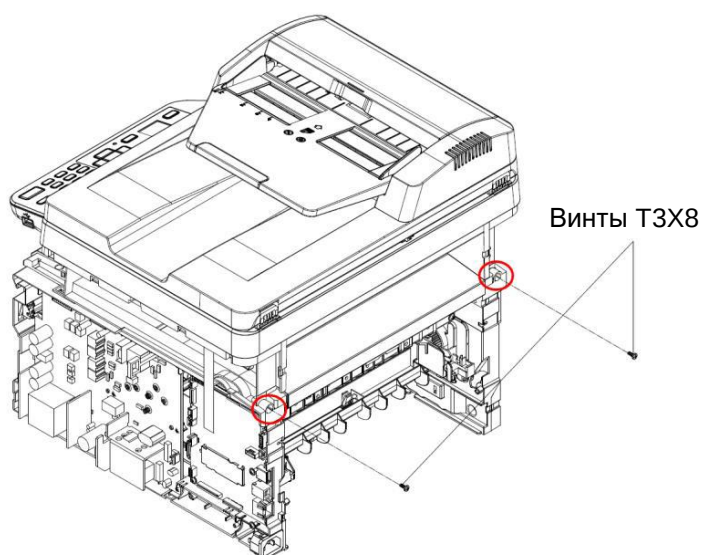
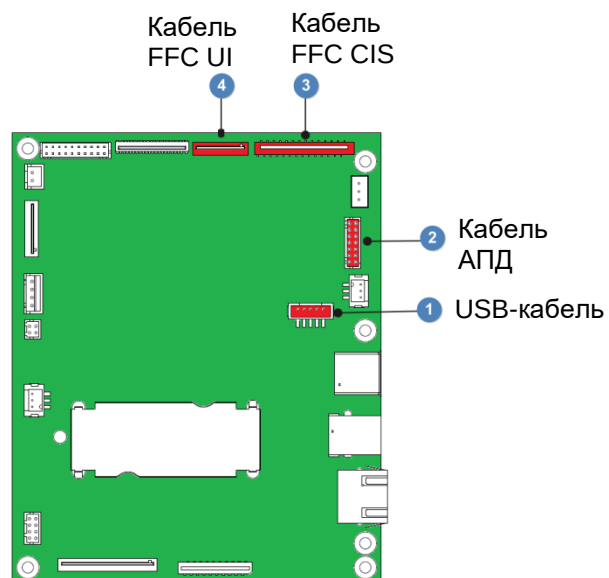

Рис. 1
Рис. 2
2. Рисунок 1: выкрутите два крепежных винта Т3Х8. Рисунок 2: отсоедините два кабеля FFC и два обычных кабеля. Рисунок 3: сдвиньте четыре слота, чтобы отсоединить блок АПД со сканером.